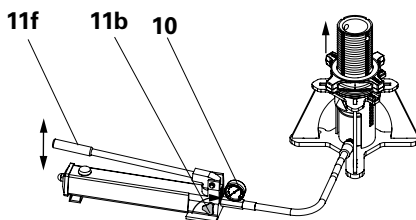

Fig. 14
- Il cilindro (8) deve essere in verticale e centrato e deve combaciare perfettamente.
- Il tubo flessibile non deve essere piegato né disegnare curve strette. (Fig. 14)
- La valvola (11b) della pompa deve essere chiusa. (Fig. 14)